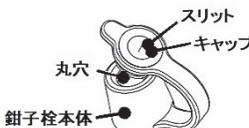

図2
- (5) 挿入部の光沢消失や白線指標の変色、色あせがないこと。
- (6) 操作部：U/D と R/L の各アングル操作ノブ、U/D アングルロック、R/L アングルロックの作動のざらつき、がたつき、引っ掛かり、操作部を軽く振ったときに異音がするなどの現象がないこと。
- (7) 先端レンズの脱落を防止するため、ビデオ内視鏡先端部のレンズにキズ、欠け、脱落、汚れ、レンズ周辺のすきま、レンズの異常な飛び出しなどがないことを確認すること。
- (8) 送気/送水バルブの穴に異物が入っていないことを確認すること。また、チャンネル内に洗浄ブラシ片等の異物が遺残していないか確認すること。
- (9) 鉗子栓のキャップのスリットまたは鉗子栓本体の丸穴に裂け、ひび割れ、変形、変色などの異常がないことを目視で確認すること(図2 参照)。